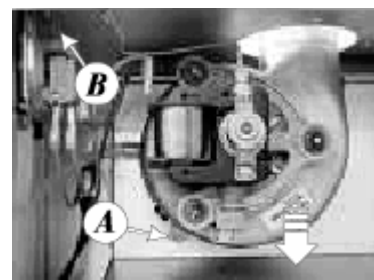

Рис. 21 – Монтаж вентилятора
- від'єднайте провідники і провідник заземлення від вентилятора (рис. 21) ;
- виверніть гвинти В (рис. 21), доступні зверху, зніміть маностат і замініть його новим;